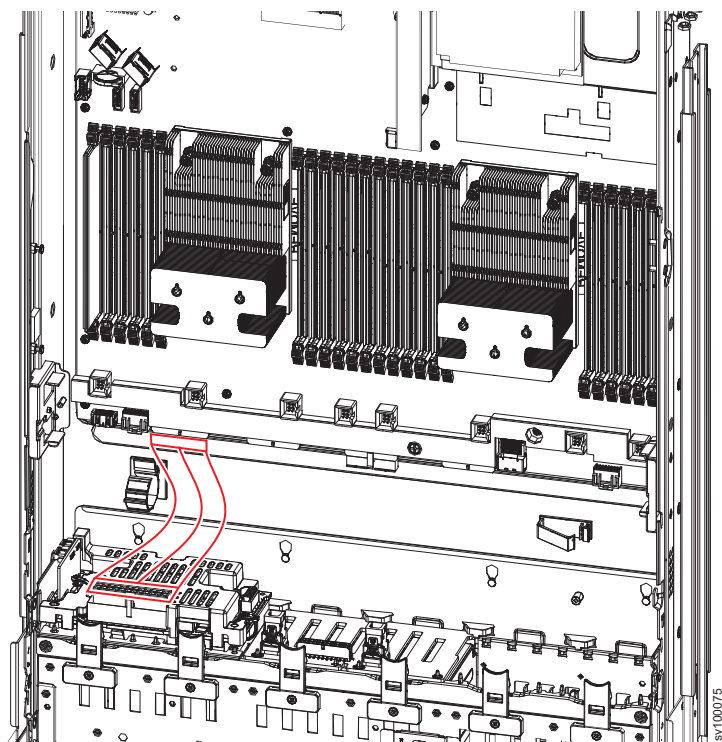

図 166. 2145-SV1 バッテリー・バックプレーン電源ケーブル
5. 必要に応じて、220 ページの図 166 に示すように、バッテリー・バックプレーン電源ケーブルをメイン・ボードに接続します。